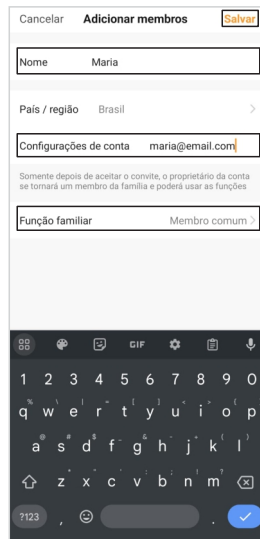

Figura 16
8. Após selecionar a permissão, clique em **"Salvar"** no canto superior direito da tela (figura 16).